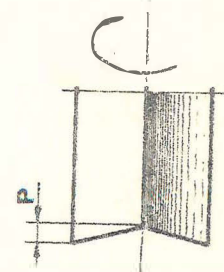

Fig. 6
- Cuando se emplea la fresa de dos labios la profundidad (p) de corte no será mayor que la profundidad de cono interior de la fresa. (0, 2 á 0,4 mm.) Fig. 6).